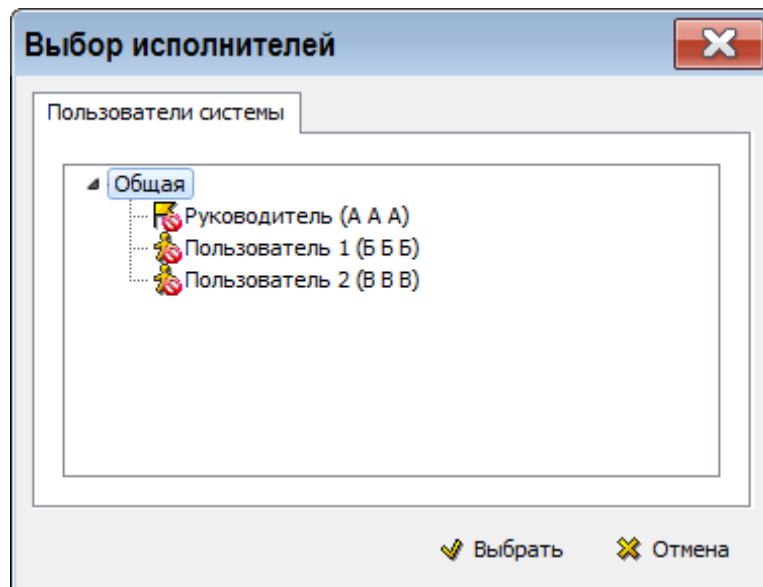

Рисунок 69
6) На вкладке **Исполнители** для выбора разработчика нажмите на кнопку **Добавить исполнителя** . При этом появится диалоговое окно **Выбор исполнителей** со списком пользователей, назначенных для данного проекта (рисунок 69).
7) Выберите группу **Общая** и нажмите на кнопку **Выбрать** (рисунок 69).